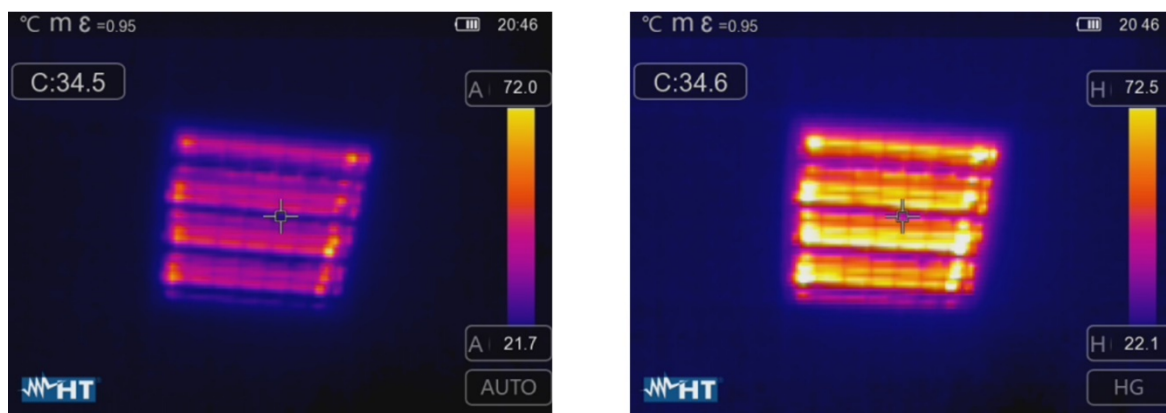

Abb. 44: Einstellung der Modi Automatisch und Histogramm
- Modus **Histogramm (HG)** → Die Mindest- und Höchstwerte der Temperatur des eingerahmten Gegenstands werden vom Gerät automatisch eingestellt, wie im Auto Modus. In diesem Fall werden aber die Bereiche des Bildes besonders hervorgehoben, in denen sich die Temperaturwerte, von denen der benachbarten Bereiche sehr unterscheiden. Die Beziehung zwischen der Temperatur und der Farbe der Palette ist **nicht linear**, basierend auf einem Histogramm-Algorithmus. Dieser Modus ist in sehr dunklen Arbeitsumgebungen besonders nützlich.
1. Drücken Sie die Taste \odot oder berühren Sie das Symbol "AUTO" rechts im Unterteil des Displays. Die Bildschirmzeiten in der Abb. 44 zeigen die Auswahl der Modi "AUTO" und "HG".